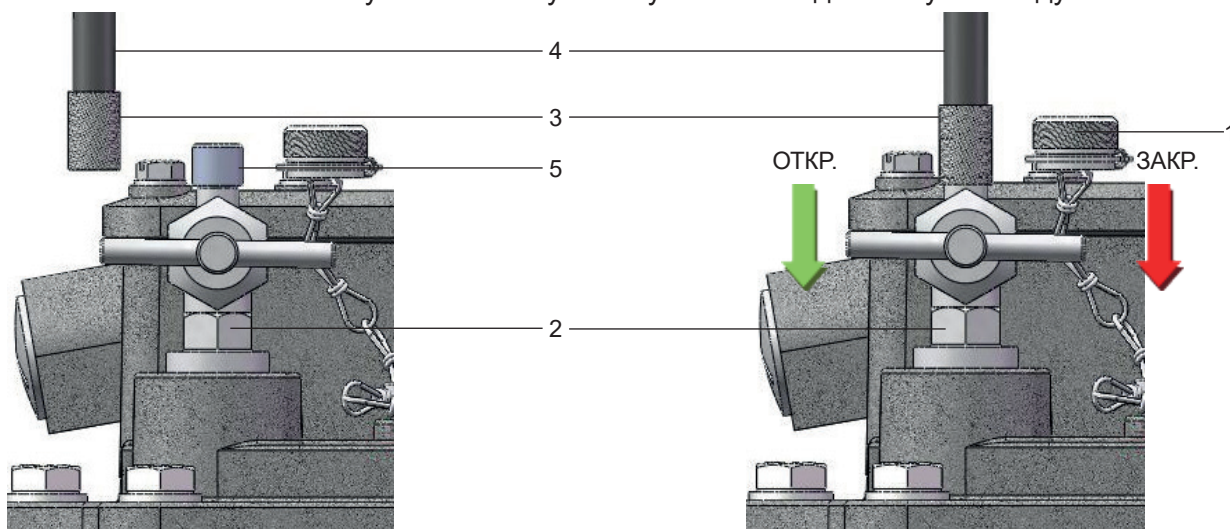

Рис. 9 – Проверка работоспособности с помощью контрольного насоса
- Отвинтить малую колпачковую гайку (рис. 9/ № 1) с клапана для выпуска воздуха (рис. 9/ № 2).
- Навинтить адаптер (рис. 9/ № 3) соединительного шланга контрольного насоса (рис. 9/ № 4) на патрубок клапана (рис. 9/ № 5).